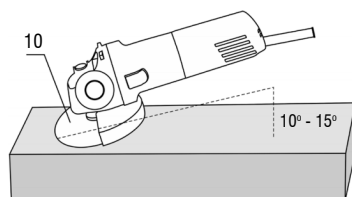

Fig. 10 – Ângulo correto de esmerilhamento
4. Segure o equipamento com um ângulo de 10° a 15° em relação à superfície a ser trabalhada, conforme a fig.10. Se o ângulo for menor que o recomendado, será mais difícil de controlar o equipamento, forçando-o demasiadamente. Se o ângulo for maior que o recomendado, a qualidade do trabalho ficará comprometida com muitos vincos na superfície trabalhada;